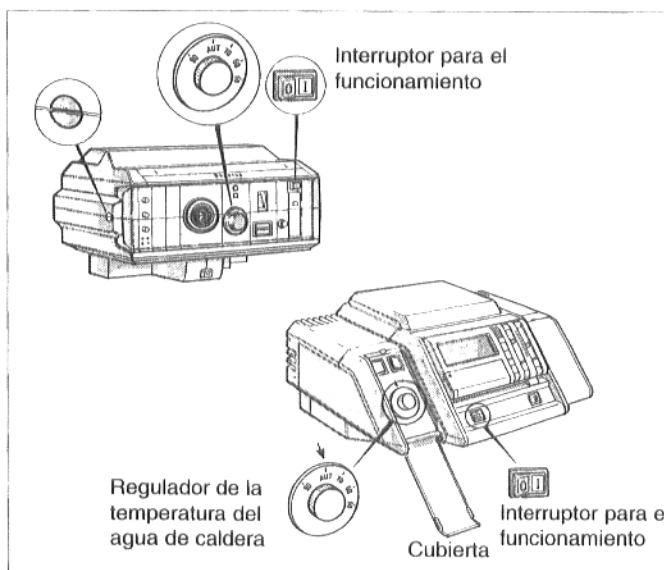

Fig. 9
- Poner el interruptor para el funcionamiento (fig. 9) en la posición "0".